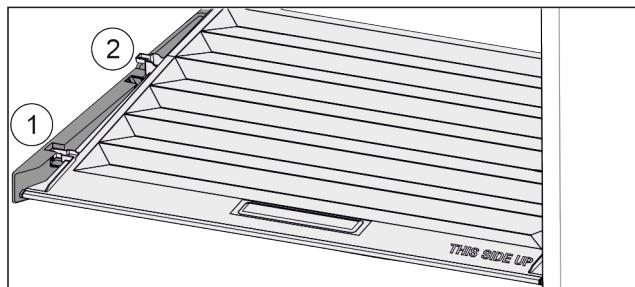

Fig. 150
- Trageți capacul în față Fig. 150 (1) până la orificiul din piesele suportului.
- Ridicați în spate de jos și scoateți Fig. 150 (2) în sus.